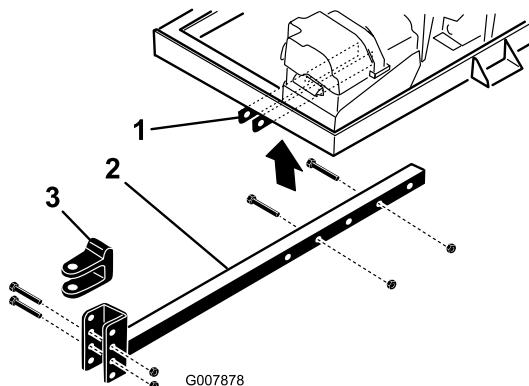

图4
- 将挂钩管插入机架支架（图4）。用 2 个螺栓 ($\frac{3}{8}$ x 3 英寸) 和凸缘螺母 ($\frac{3}{8}$ 英寸) 将挂钩管固定到机架上，并上紧扭矩至 $40N \cdot m$ 。
- 卸下将挂钩 U 形销（图4）固定到挂钩管上的螺栓和锁紧螺母。
- 卸下将挂钩管固定到机架支架的螺栓和螺母（图4）。